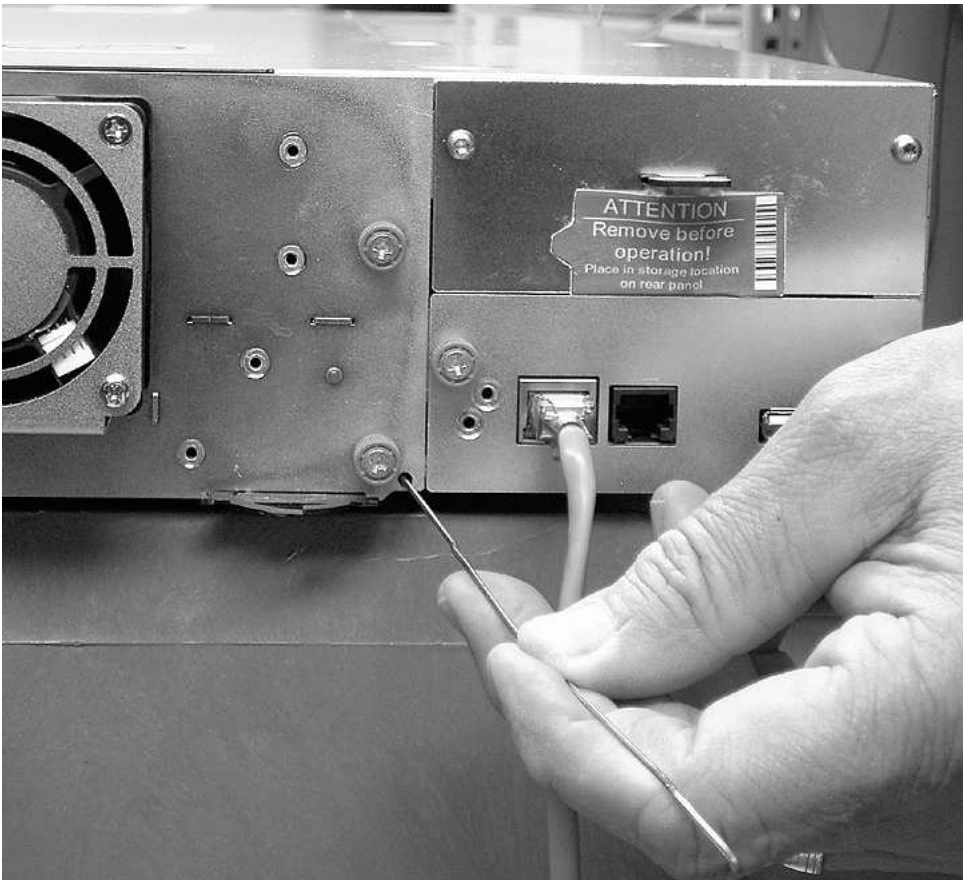

图 157. 右盒带箱的插孔（面向磁带库背面）
- a. 找到左右盒带箱的插孔（请参阅第 196 页的图 156 和第 196 页的图 157）。